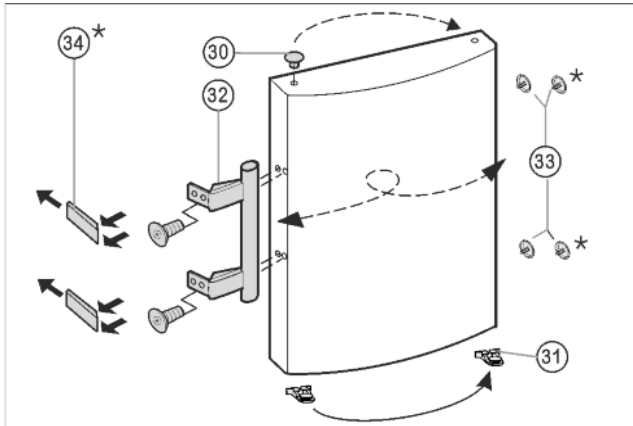

Fig. 7
- ▶ Az ajtó csapágyperselyéből emelje ki és helyezze át a tömítéseket Fig. 7 (33).
- ▶ Szerelje le a Fig. 7 (32) ajtó fogantyúit, a Fig. 7 (33) tömítéseit és a Fig. 7 (34) nyomólemezeit, és helyezze át az ellenkező oldalra.